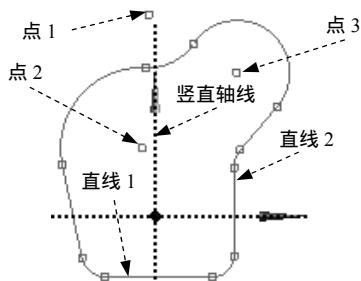

图 3.8.7 定义约束 1
- (1) 添加水平约束。在 **Sketching Toolboxes** 工具箱中单击 **Constraints** 按钮,在 **Constraints** 窗口中单击 **Horizontal** 按钮,在项目视图区选取图 3.8.7 所示的直线 1。
- (2) 添加竖直约束。在 **Constraints** 窗口下单击 **Vertical** 按钮,在项目视图区选取图 3.8.7 所示的直线 2。
- (3) 添加相切约束。在 **Constraints** 窗口下单击 **Tangent** 按钮,在项目视图区选取直线与圆弧段和圆弧与圆弧段之间相切。
- (4) 添加点在线上约束。在 **Constraints** 窗口下单击 **Coincident** 按钮,在项目视图区选取图 3.8.7 所示的点 1 和竖直轴线、点 2 和竖直轴线、点 3 和直线 2。